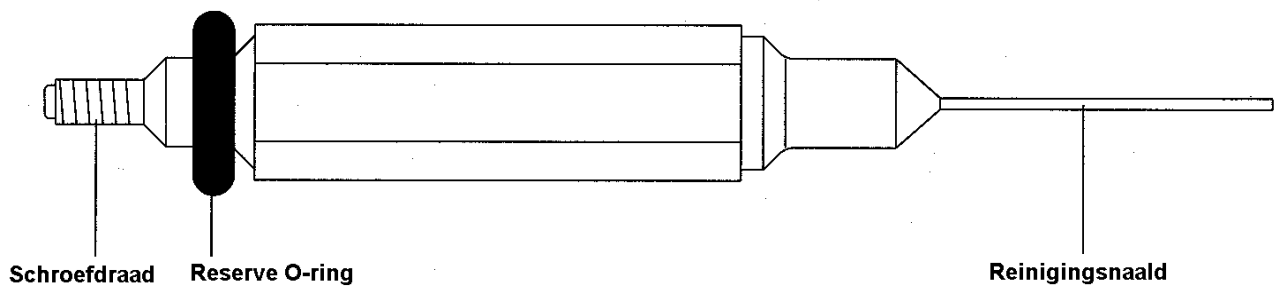

Fig. 15
5.2.2 Demontage en reiniging van het capillair gaatje (zie Fig. 15)